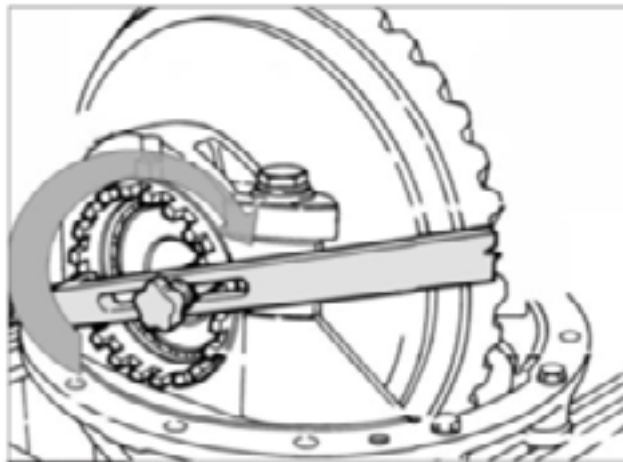

Fig. 2.49
7. Ajuste a folga de engrenamento: Usando a ferramenta MST4216 - CT12, aperte o anel de ajuste do lado esquerdo (Fig. 2.49), enquanto isto, gire a coroa manualmente. Quando sentir resistência na coroa, pare de apertar o anel de ajuste.